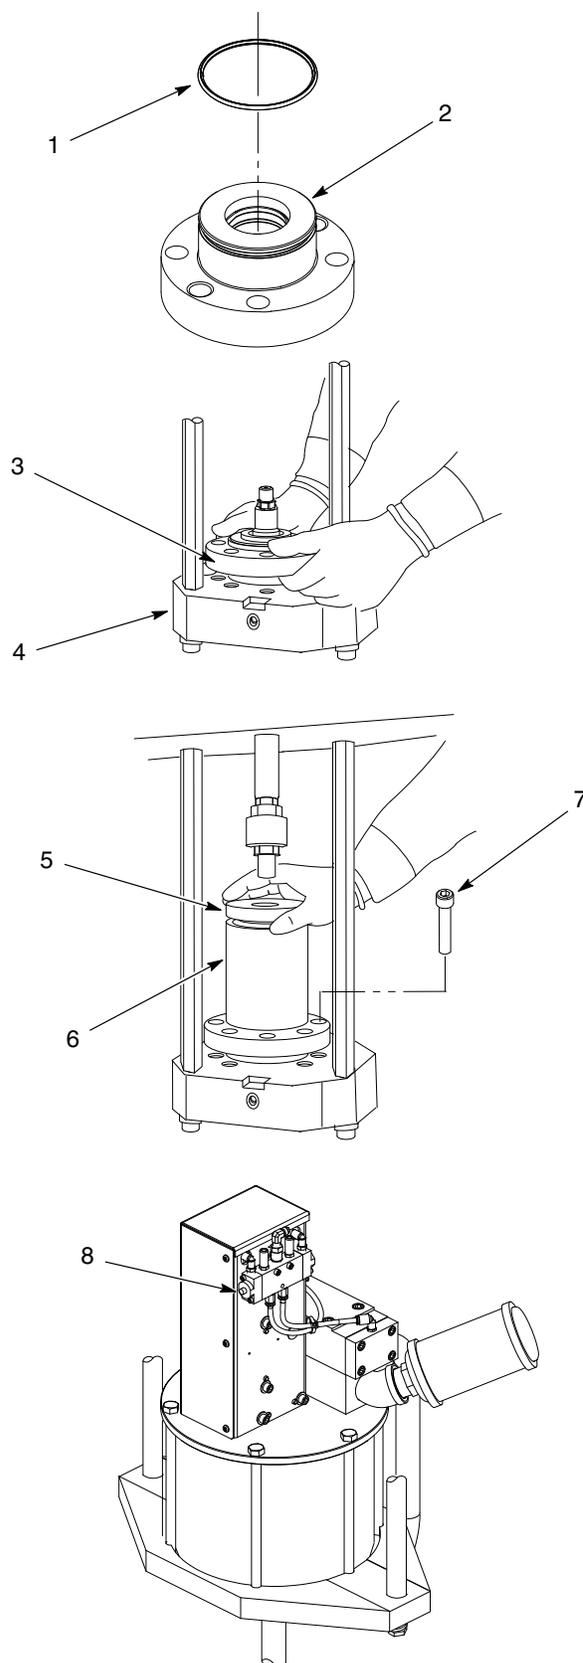

Figura 3 Montagem do empanque
DESLIGADO	<p>NOTA: Alguns lubrificantes de juntas tóricas podem reagir com o seu material aplicado. Contacte o seu representante da Nordson Corporation para determinar o lubrificante de juntas tóricas correto a utilizar.</p> <ol style="list-style-type: none"> Consulte a figura 3. Verifique se a junta tórica do empanque (1) e o orifício do empanque (2) estão lubrificados com lubrificante de juntas tóricas. Monte o empanque (3) no corpo da bomba (4). Monte o copo da câmara de solvente (6) no empanque. Coloque a ferramenta de inserção de empanques (5) no topo do copo da câmara de solvente (6).